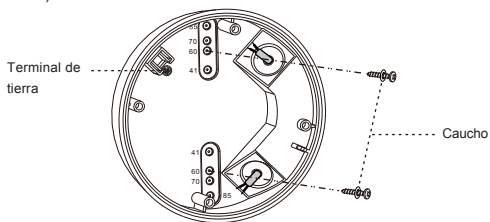

FIG. 14
3.4.3.3 Elija los orificios ciegos adecuados para fijar la caja de empalmes en la superficie del tablero del techo con tornillos para madera de 2 piezas unidos con arandela de goma (consulte la FIG. 14).